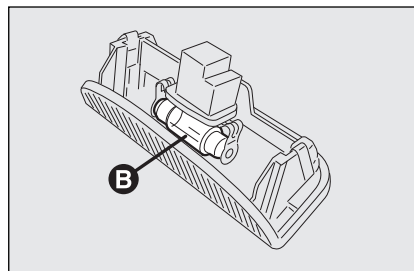

fig. 45
- maak de lamp **B-fig. 45** los uit de veercontacten aan de zijkant en vervang de lamp; controleer of de nieuwe lamp goed vastzit in de veercontacten;